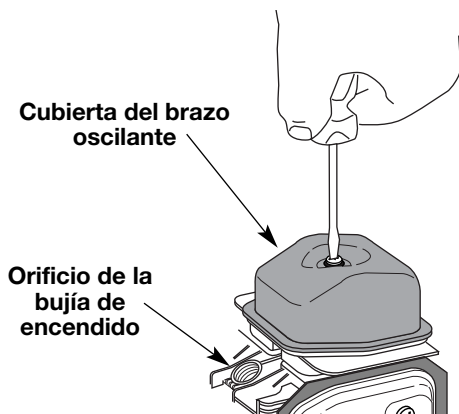

Fig. 25
6. Limpie la suciedad de alrededor de la cubierta del brazo oscilante. Saque el tornillo que sostiene la cubierta del brazo oscilante con un destornillador grande de vástago plano o con una broca Torx T-25 (Fig. 25). Saque la cubierta y la junta del brazo oscilante.